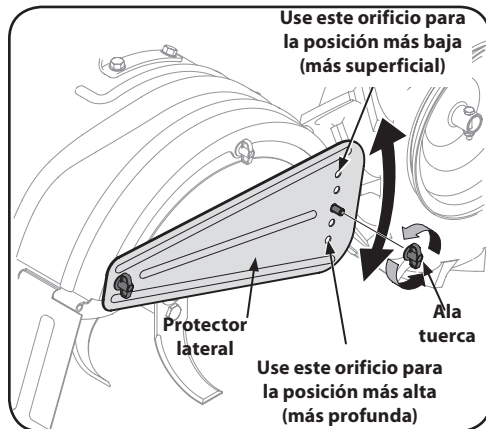

Figura 4-4
- Al romper el césped y para el cultivo poco profundo, utilice la configuración que le da una "profundidad de la labranza (segundo agujero desde la parte superior). Coloque los protectores laterales en su posición más baja. Véa la Figura 4-4.
- Para ajustar la protección lateral, retire las tuercas de mariposa. Mueva el protector lateral a la posición deseada y vuelva a colocar las tuercas de mariposa. Apriete con seguridad. Véa la Figura 4-4.